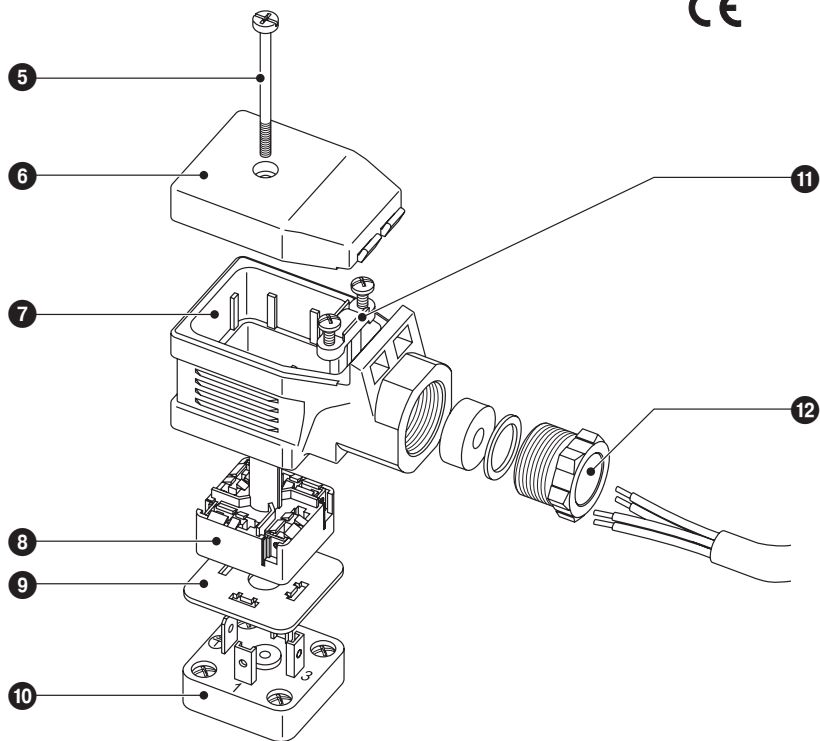

Fig. 6
1. Schraube ⑤ lösen. **Fig. 6**
2. Anschlusskopf von der Niveauelektrode abziehen, Gummischeibe ⑨ auf der Kontaktplatte ⑩ liegen lassen.
3. Deckel ⑥ abnehmen.
4. Anschlussplatte ⑧ aus dem Steckeroberteil ⑦ herausdrücken.